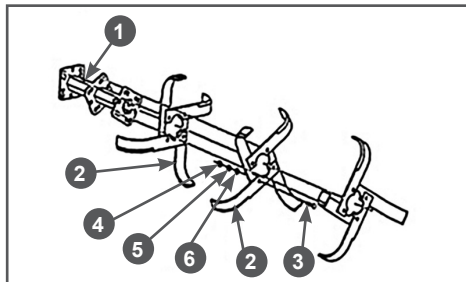

Рис.7 Сборка фрез
1. Установить ножи фрез на кронштейны осей фрез (ножи должны быть установлены лезвием по ходу культивации) Рис. 7.